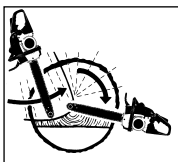

Рис. 11D
2. Если диаметр распиливаемого дерева превышает длину шины, сделайте 2 пропила, как показано на Рис. 11D.